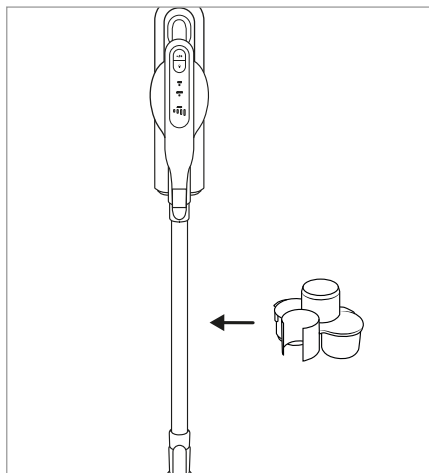

Fig. 16
- ♦ Fixez le support pour accessoires 17 sur le tube d'aspiration 24 (voir fig. 16).